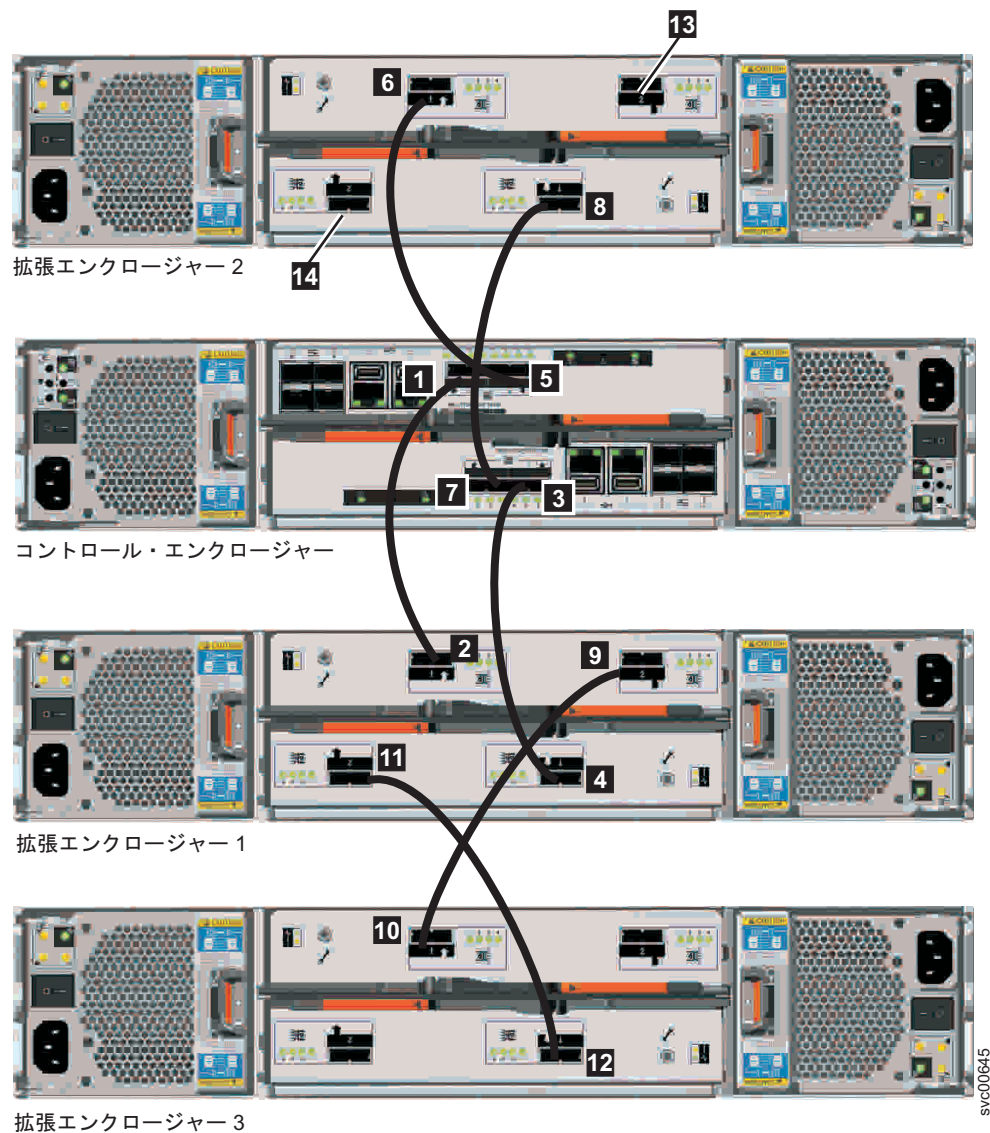

図 47. エンクロージャーへの SAS ケーブルの取り付け
4. 最初の拡張エンクロージャーの SAS ケーブルを 3 番目の拡張エンクロージャーに接続します。 63 ページの図 47を参照してください。